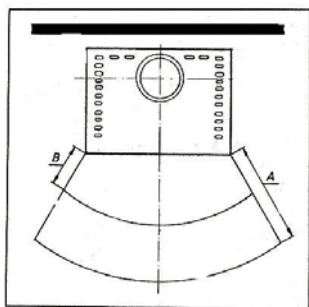

fig. 7
Per gli elementi costruttivi, i mobili e i tessuti di arredamento infiammabili situati nella zona di irraggiamento della stufa è necessario rispettare una distanza minima di **80 cm (A)**, misurati dal bordo anteriore dell'apertura del focolare. La distanza di sicurezza si riduce ai **40 cm (B)** qualora di fronte all'elemento sia installata una protezione areata (fig. 7).